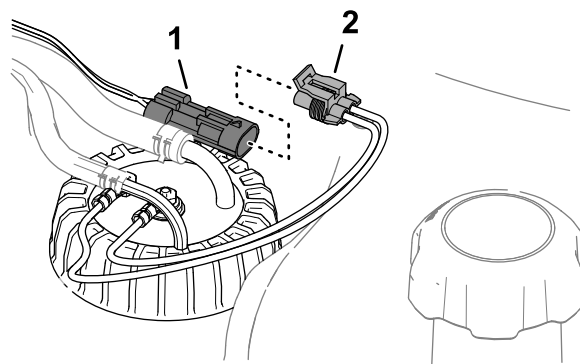

**Figure 97**
5. Branchez les flexibles sur les raccords du transmetteur de niveau de carburant, et fixez-les en place sur les raccords avec les colliers (Figure 97).